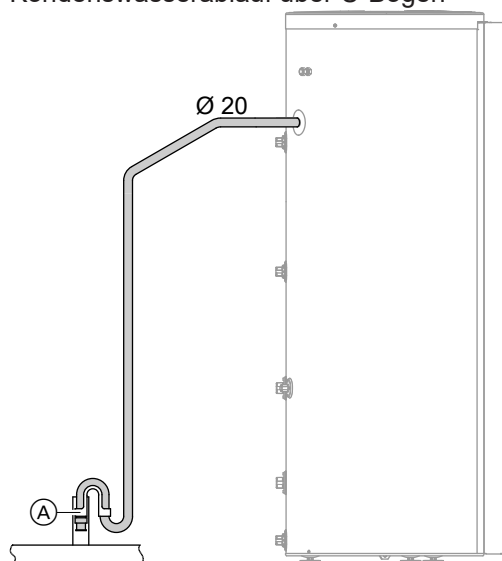

Abb. 17
- Kondenswasserschlauch mit bauseitiger U-Halterung in das Kunststoff-Abflussrohr einsetzen: Siehe Abb. 17. Dabei auf einen korrekten Sitz achten, um die Funktion durch die U-Halterung zu gewährleisten.